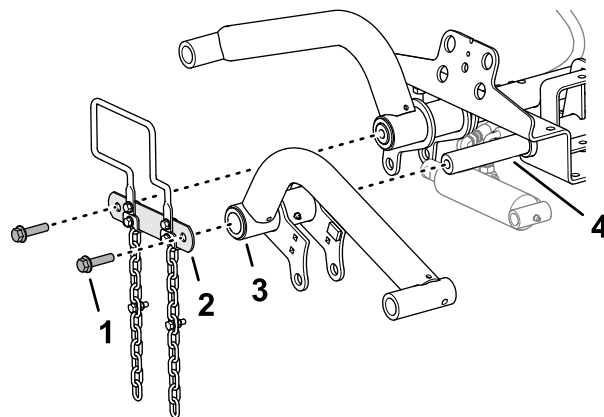

図 11
- 図 11 のように、昇降アームを昇降アームピボットシャフトに取り付ける。
- 昇降アームのピボットシャフトにピボットシャフトリンクを取り付ける図 11 昇降アームの取り付け準備 (ページ 15) で取り外したフランジキャップスクリュー $1/2 \times 2$ " 2 本を使用する。